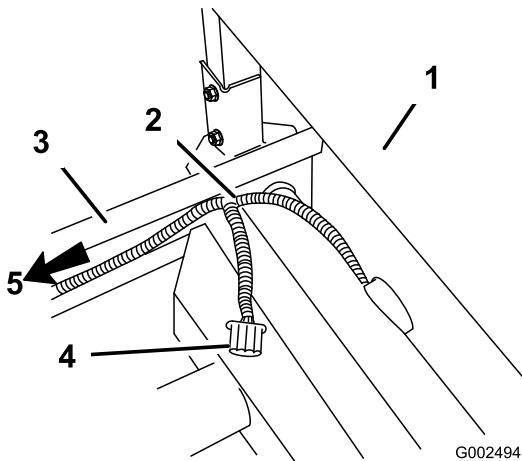

Figura 9
eléctrico del sistema de pulverización no se queda debajo del vehículo (Figura 9).
12. Pase el mazo de cables por el bastidor izquierdo y luego de retorno hasta al sensor de velocidad con el cableado existente (Figura 9).
15. Pase el mazo de cables por el bastidor y de retorno a la conexión entre el sensor de velocidad y el cableado existente (Figura 9).